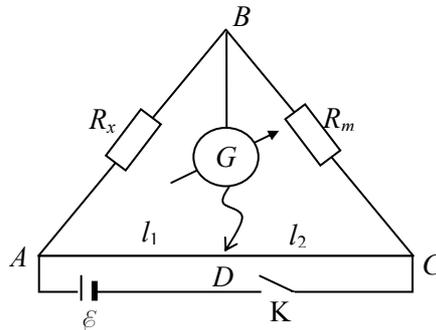

Рис. 2
В настоящей работе используется установка, электрическая схема которой показана на рис. 2. Сопротивление R_1 заменено неизвестным сопротивлением R_x , величину которого нужно определить; вместо постоянного резистора R_2 включен магазин сопротивлений R_m , позволяющий менять значение этого сопротивления в широком диапазоне; сопротивления R_3 и R_4 заменены единой эталонированной проволокой ADC (ее сечение одинаково по всей длине) – *реохордом*. Движок D , перемещаясь по реохорду, меняет плечи мостика R_3 и R_4 .
1. В плечо AB (рис. 2) включите одно из двух заданных преподавателем неизвестных сопротивлений R_{x1} , R_{x2} . Движок реохорда поставьте так, чтобы он находился в средней трети длины реохорда. Замкните ключ K , нажав кнопку, и вращением декад магазина сопротивлений R_m (исключая X10000) выберите интервал сопротивлений, при котором стрелка гальванометра не зашкаливает ни вправо, ни влево и легко выводится на нуль. Для первоначального положения движка реохорда декадами R_m установите стрелку на нуль, а полученные значения l_1 и l_2 и соответствующее сопротивление магазина запишите в табл. 1.